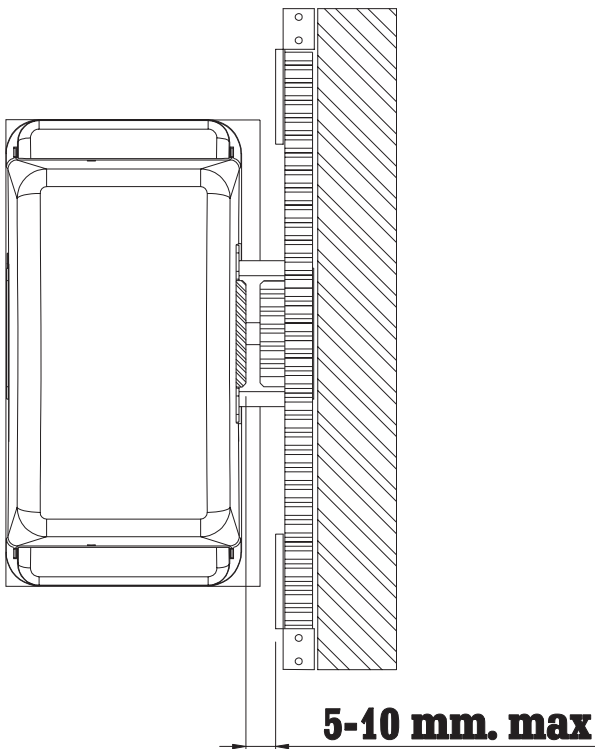

Fig. 11 - Abb. 11
- En el FCEVO controle que cada una de las abrazaderas con los magnetos se encuentre suficientemente cercana al fin de carrera electrónico de forma que garantice el freno del motor. **La distancia que es necesario mantener entre el magneto y el FCEVO tiene que estar comprendida entre los 5 y los 10 mm. (véase fig. 11)**
- Make sure that on the FCEVO version, each bracket with magnets is sufficiently close to the electronic limit switch in order to guarantee that the motor stops. **The distance between the magnets and the FCEVO must be between 5 and 10 mm (see fig. 11).**